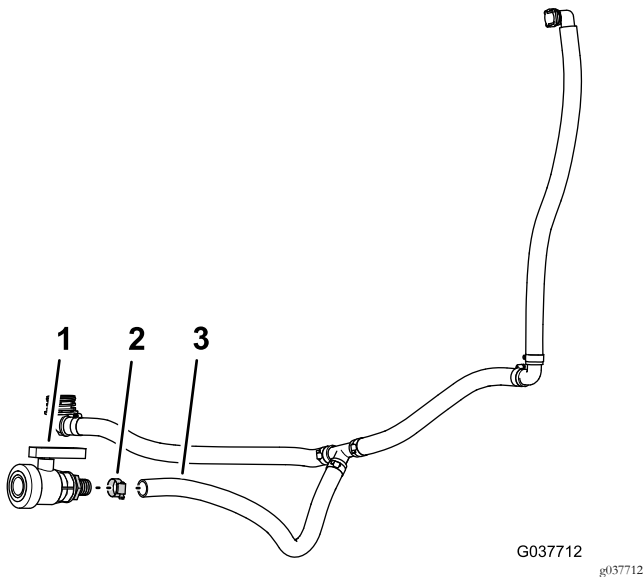

Figura 73
1. Monte a união estriada da válvula de drenagem que removeu no passo 6 de 5 Retirar os componentes de distribuição, drenagem e agitação (página 15) ao tubo de drenagem (104 cm) do conjunto do tubo de distribuição e de drenagem (Figura 73).
2. Prenda a válvula de drenagem ao tubo com a braçadeira de tubos (Figura 73) que retirou no passo 6 de 5 Retirar os componentes de distribuição, drenagem e agitação (página 15).